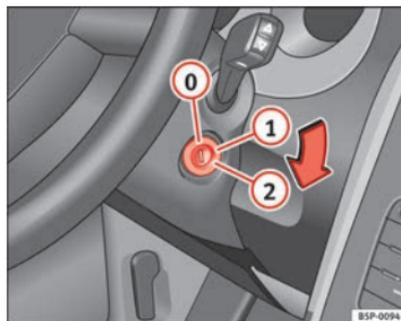

Fig. 117 Posizioni della chiave di accensione
In questa posizione ⇒ fig. 117 sia il motore che il quadro sono spenti e si può inserire il bloccasterzo.
- Girare la chiave fino alla posizione ⇒ fig. 117 . La spia  si accenderà nel caso di preincandescenza del motore. ►
- Quando la spia si spegne, mettere in moto girando la chiave nella posizione ②, senza dare gas.
- Girare la chiave fino alla posizione ⇒ fig. 117 ①.